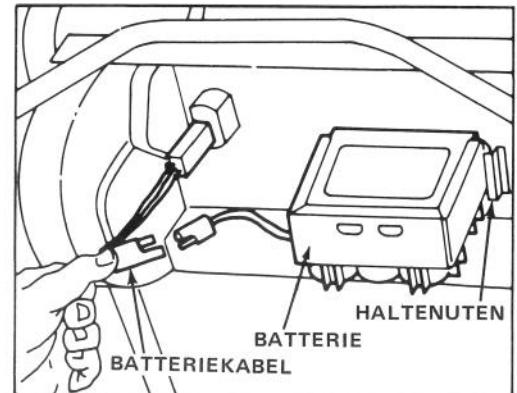

Bild 22
1. Motor abstellen und Kabekbaum von der Batterieklemme trennen (Bild 22).